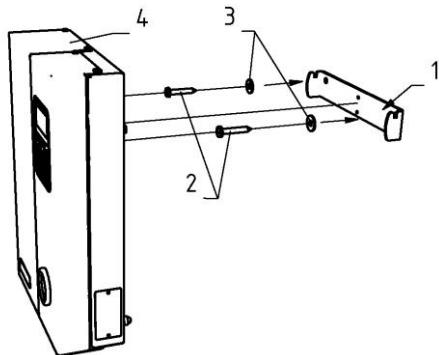

Рис. 7 Монтаж котла на стену
- ✓ Произвести разметку и установить кронштейн (1) (Рис. 7) на поверхности стены в горизонтальном положении. Крепеж (2;3) подбирается исходя из материала стен.
- ✓ Закрепить прибор (4) на кронштейне (1). Проверить что между прибором и стеной остался зазор обеспечивающий естественную циркуляцию воздуха в приборе.